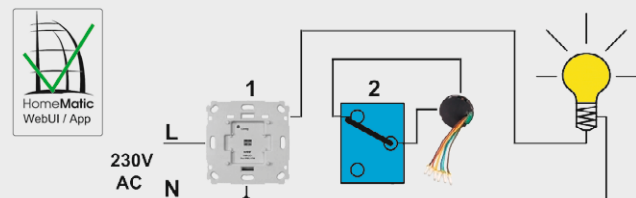

Bild 9: Mit Funk-Schalterschnittstelle [4] und Funk-Schaltaktor [1] – so erfolgt die exakte Visualisierung bei der Wechselschaltung.
Die zweite Variante (Bild 9) gibt uns wieder die volle Kontrolle in der Zustandsvisualisierung zurück. Der netzversorgte Wechselschalter (1) wird durch den Funk-Schaltaktor [1] ersetzt. Phase „L“ und Neutralleiter „N“ müssen permanent am Funk-Schaltaktor vorhanden sein. Der andere Wechselschalter (2) wird von der bestehenden Elektroinstallation gelöst und mit einer Funk-Schalterschnittstelle [4] versehen. Eine der zuvor abgeklemmten korrespondierenden Leitungen wird fest am Schaltaktor sowie mit dem anderen Ende an der Leuchtenzuleitung angeschlossen (Farbgleichheit beachten!). Die andere korrespondierende Leitung wird isoliert „tot gelegt“.